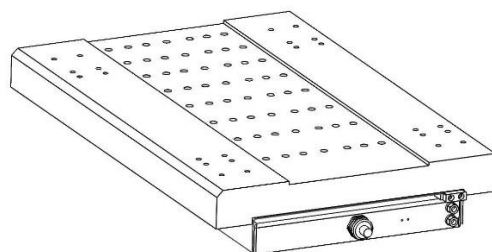

図 4.1.3.1.2 フォーサー精密水冷取付完成図
■ 組み立て手順（ステーター精密水冷）：（図4.1.3.1.3および図4.1.3.1.4参照）
- (1) 接続ベース①の片側を作業台の作業位置に固定します。
- (2) 架台の接続台①に冷却パイプ②を差し込みます。
- (3) ステーター⑤の長さが長い場合は、ジョイント方式で冷却パイプ②を接続してください。
- (4) 冷却パイプ②をすべて取り付け終わったら、反対側の接続ベース⑥を使用して調整し、冷却パイプと固定します。
- (5) ステーター⑤を冷却パイプ②の対応する位置に置きます。
- (6) すべてのステーター⑤を固定します。複数セットのステーターの固定方法については、セクション4.1.1.2に記載されているステーターの取り付けを参照してください。